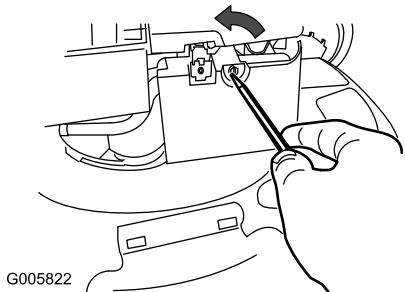

Figure 25
- Ouvrez le couvercle du filtre à air avec un tournevis (Figure 25).